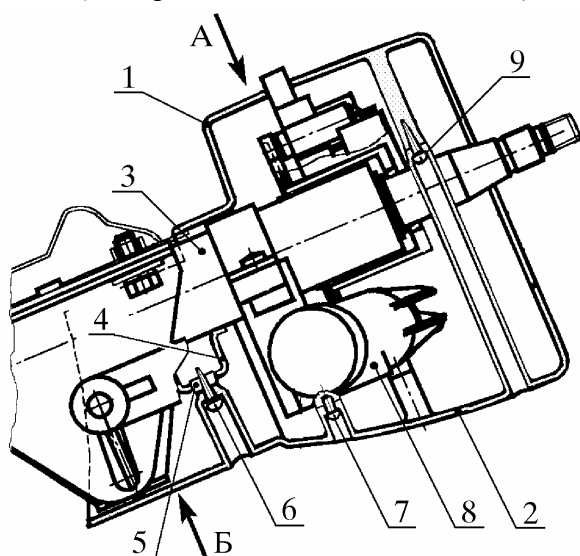

Рис. 19. Установка кожухов на колонку рулевого управления:
5.9. Установить верхний и нижний кожухи 1, 2 (рис. 19) на колонку 3 рулевого управления в последовательности, обратной снятию по п. 4.8.